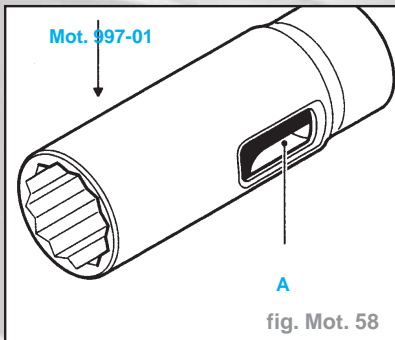

fig. Mot. 58
- Outillage nécessaire pour la dépose de l'injecteur : **Mot.997-01** (fig. Mot. 58).